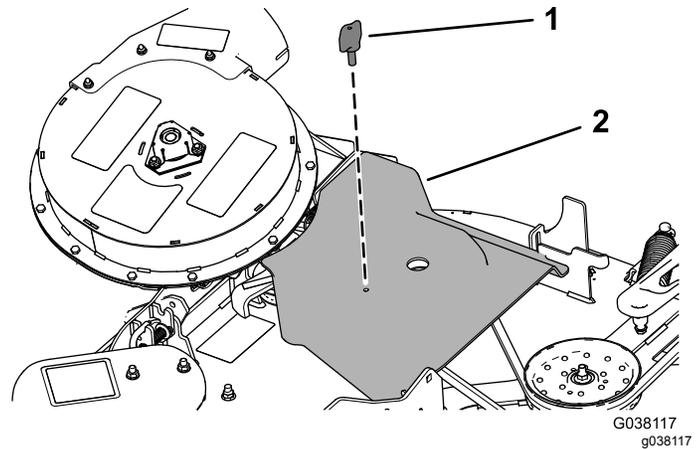

Bild 45
5. Setzen Sie die Gebläseriemenabdeckung auf den Gebläseriemen und befestigen sie mit dem Riemenhandrad (Bild 45).